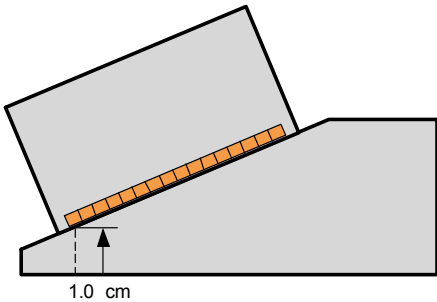

图 4-9 第一晶片的高度
- f) 选择**高度**，然后输入第一晶片的高度（参见第 89 页的图 4-9）。